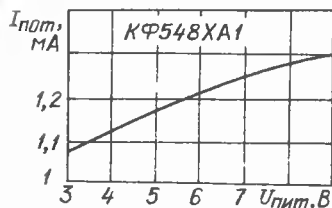

Рис. 4
На рис. 4—9 показаны некоторые типовые зависимости параметров
**Правильно ли указано подключение входов V2 и V3 ПЗУ DD14 на рис. 4.**